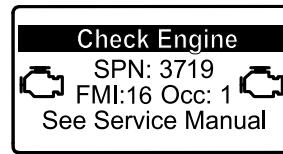

Figura 40
- Se è necessaria una rigenerazione parcheggiata, viene visualizzata un'avvertenza motore nell'InfoCenter SPN 3719, FMI 16 (Figura 40) e il computer riduce la potenza del motore all'85%.